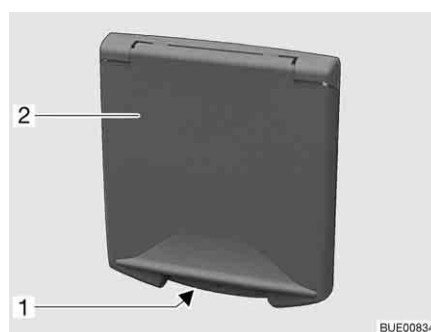

Fig. 38 Trampilla para la conexión de 230 V
- Meter la mano en el asidero cóncavo (Fig. 38,1) de la trampilla exterior (Fig. 38,2) y girar la trampilla exterior hacia arriba.